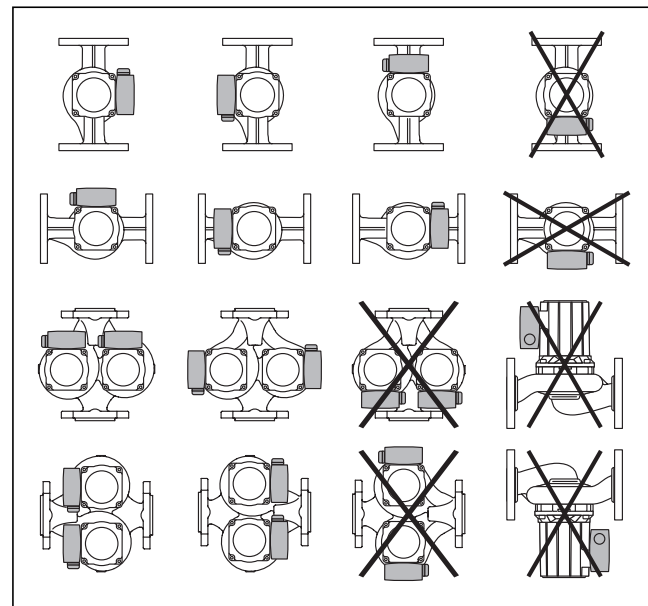

Fig. 6.2 Positions de montage
- Effectuer un montage sans tension avec l'arbre de pompe situé à l'horizontale (voir positions de montage sur la Fig. 6.2).